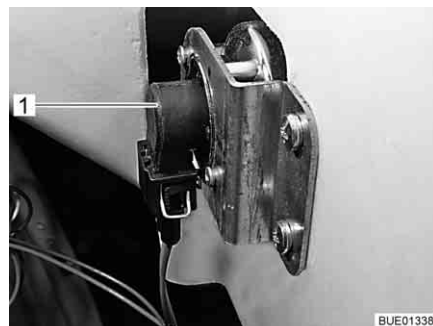

Fig. 274 Indicatore di direzione
- Afferrare dietro il supporto lampada (Fig. 274,1).